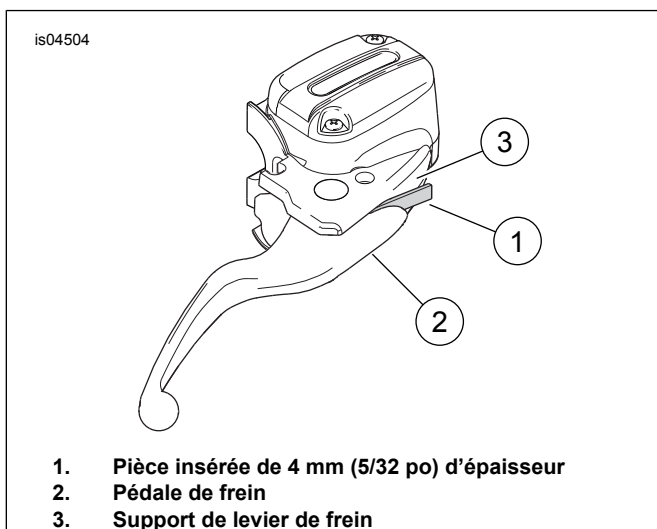

Figure 1. Protéger le commutateur de feu de stop
Si le morceau de carton n'est pas disponible, utiliser l'œillet d'un serre-câbles. Voir Figure 1
7. Positionner les **nouveaux** joints en cuivre (6, inclus dans le kit) de chaque côté du raccord de la conduite de frein. Insérer le **nouveau** boulon banjo (5) par les joints et le raccord. Fileter le boulon dans le boîtier de maître-cylindre et serrer à un couple de 17–20 N·m (13–15 ft-lbs).
8. Retirer le morceau inséré du levier de frein. Voir Figure 1